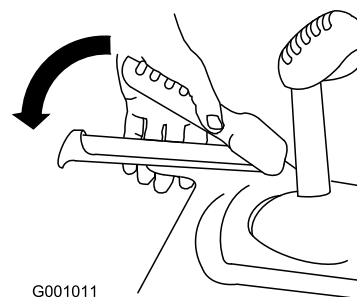

Figura14
3. Strângeți maneta din partea stângă (tracțiune) de mâner (Figura14).
6. Strângeți maneta din partea stângă (tracțiune) de mâner (Figura14).